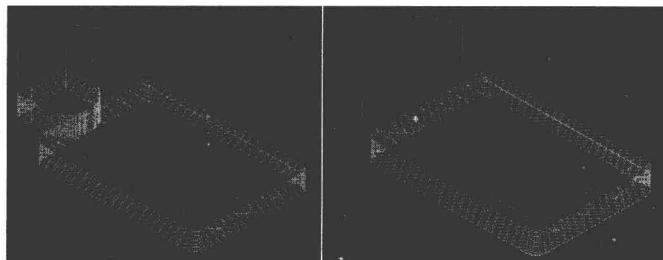

图 1-20 2D 与螺旋式渐降斜插刀具路径的对比
4) 在“操作管理员”对话框中选择“刀具路径模拟”，单击主菜单区“自动执行”，刀具路径如图 1-20 左图所示。将本例保存为“外形 1.mc9”文件。
- 4) 在“操作管理员”对话框中选择“刀具路径模拟”，单击主菜单区“自动执行”，刀具路径如图 1-20 右图所示。将本例保存为“外形 2.mc9”文件。